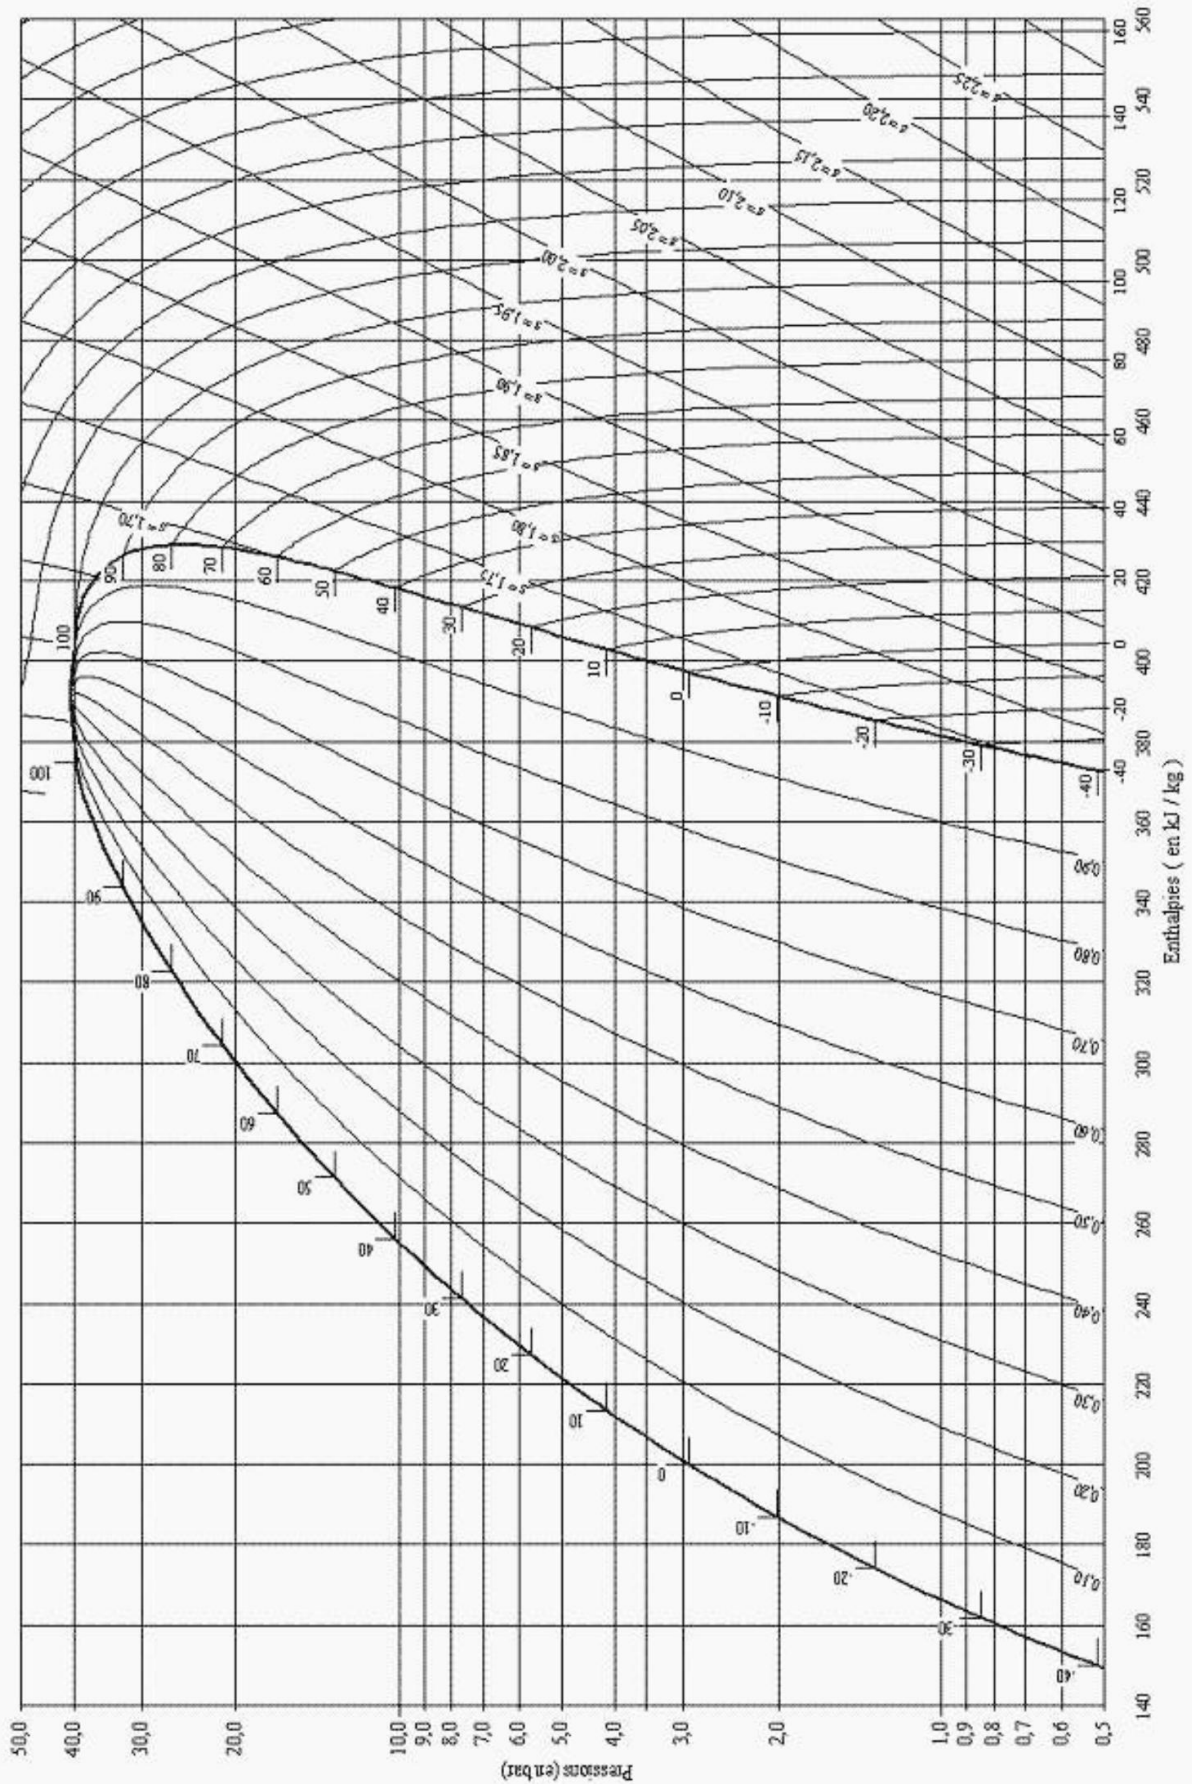

Figure 2 – Diagramme des frigoris du R134a.
Sur le diagramme des frigoristes (P, h) figure 2 de l'hydrofluorocarbure HFC, de masse molaire $M = 32 \text{ g} \cdot \text{mol}^{-1}$, sont représentés :
4 - Placer le point (1) sur le diagramme figure 2. Relever la valeur de l'enthalpie massique h_1 et de l'entropie massique s_1 du fluide au point (1).